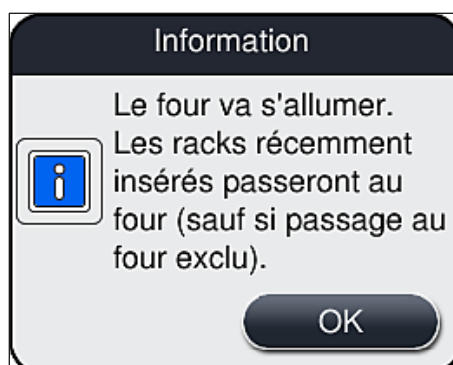

Fig. 35
3. Appliquez l'activation en appuyant sur le bouton **Enregistrer** (→ Fig. 33-5), tenez compte du message d'information qui s'affiche alors (→ Fig. 35), et confirmez-le par **OK**.